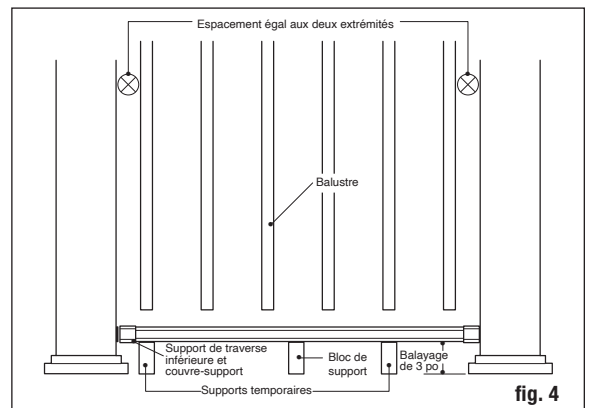
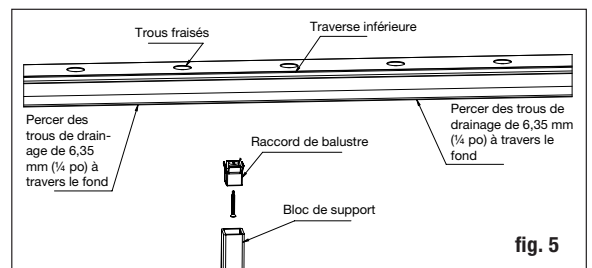

fig. 4
fig. 5
Étape 6 Mesurez la distance entre les manchons de poteaux installés pour déterminer la longueur des traverses du haut et du bas. Placez la traverse inférieure en position près des poteaux à l'aide de supports temporaires de 7,6 cm (3 po) et ajustez afin que la distance entre le premier trou de balustre et le poteau soit supérieure à 5 cm (2 po) et égale aux deux extrémités (voir la fig. 4). Marquez la traverse. Coupez la traverse du bas. Coupez la traverse du haut à la même espacement et longueur.
Étape 7 Pour la rampe de 1,83 m (6 pi), trouvez le centre de la base de la traverse du bas et fixez le raccord de balustre incliné avec le bloc de support, en utilisant les vis fournies. (Pour le rail de 2,4 m (8 pi), divisez la longueur du rail en trois pour obtenir l'emplacement des blocs de support. Fixez ensuite les raccords de balustres inclus avec les blocs de support, en utilisant les vis fournies.) Vérifiez les exigences du code de la construction quant à l'espacement maximum entre la surface de la terrasse et le bas de la traverse (espace de balayage). Ce rail est conçu pour un balai de 7,6 cm (3 po) (fig. 4). Si nécessaire, coupez le bloc de support à la hauteur désirée (fig. 5).